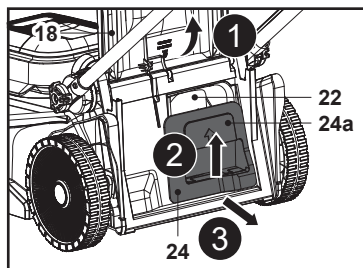

Fig. 14
2. Ridică mânerul încastat (24a) și trage accesoriul de mărunțire (24) până îl scoți complet afară din jgheabul de evacuare spate (22) (fig. 14).